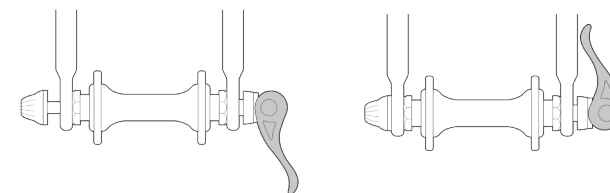
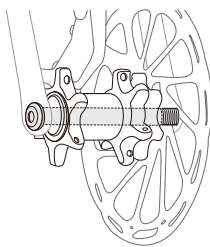

Figure 5
Figure 8
Il existe plusieurs méthodes différentes pour fixer les roues au cadre : la méthode traditionnelle qui s'appliquait encore sur les vélos à freins sur jante (voir Figure 5), la broche à dégagement rapide (QR). Peut être trouvée sur les vélos de banlieue ou de style de vie (voir Figure 6), la brochette et l'écrou d'essieu (voir Figure 7). La méthode moderne sur la plupart des vélos à freins à disque (voir Figure 8), axe traversant.